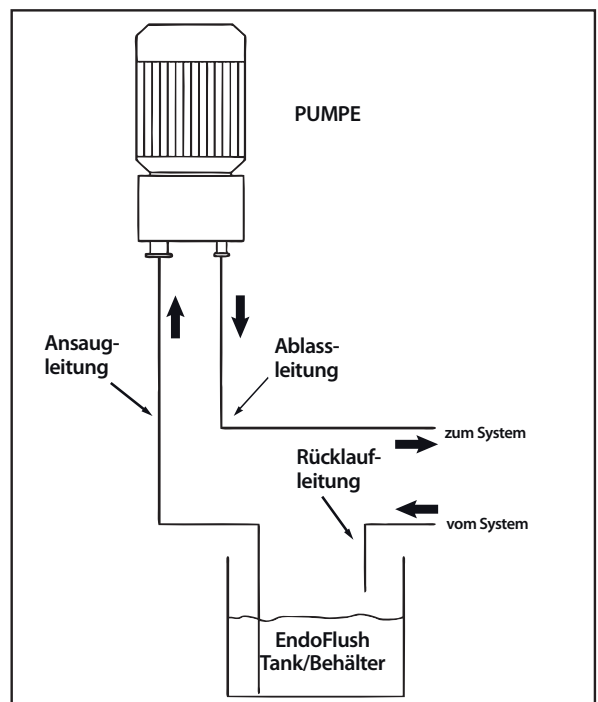

BILD 1. PUMPENANORDNUNG
1. Pumpe und Tank mit der Kondensatorrohrschlange (als Beispiel) wie in Bild 1 dargestellt verbinden. Wenn eine herkömmliche Schlauchleitung verwendet wird, sicherstellen, dass alle Schrad-er-Ventile von den Enden entfernt sind.